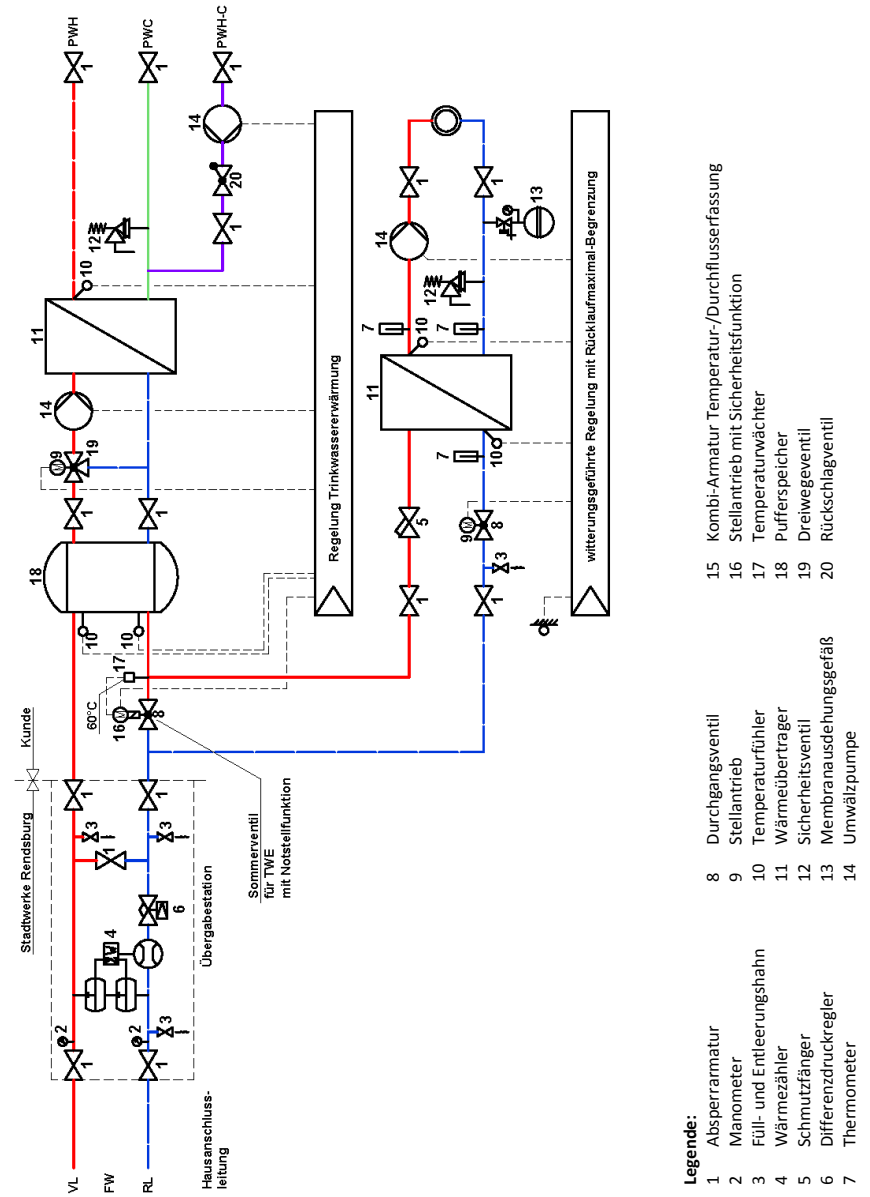
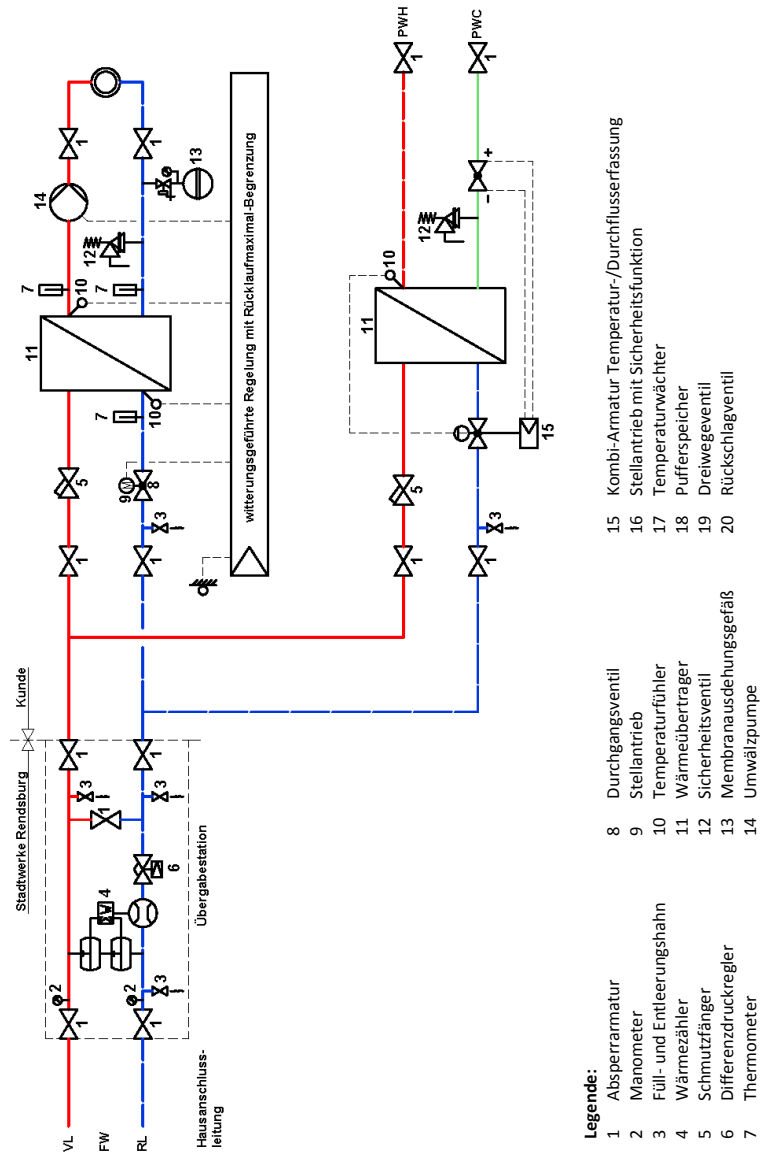

Bild 3: Heizkreis mit Wärmeübertrager und TWE im Durchflusssystem mit Zirkulationssystem in Reihenschaltung
Bild 2: Heizkreis mit Wärmeüberträger und TWE im Durchflusssystem ohne Zirkulationssystem
- 6.5 Trinkwassererwärmungen sind primärseitig an die Fernwärmeversorgung anzuschließen. Es sind nur TWE im Durchflussprinzip zugelassen. Dem Kunden wird keine zusätzliche Leistung für die TWE zur Verfügung gestellt. Bedarfsspitzen sind gegebenenfalls über einen Heizwasserspeicher zu decken. TWE ohne Zirkulationssystem sind parallel zum Wärmeübertrager für das Heizungssystem einzubinden. (siehe Schema Bild 2) TWE mit Zirkulationssystem sind in Reihe vor dem Wärmeübertrager für das Heizungssystem einzubinden. (siehe Schema Bild 3)